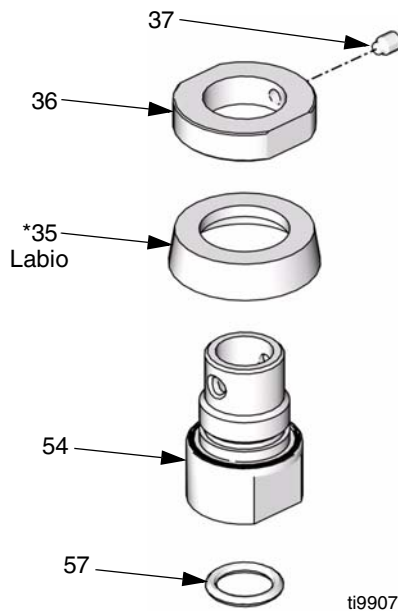

FIG. 22
10. Afloje el tornillo de ajuste (37) del collarín (36). Retire el collarín de la carcasa del pistón (54). Retire la cazoleta en U (35*). Retire la junta tórica (57) del DI de la carcasa del pistón. Inspeccione todas las piezas en busca de daños. Vea FIG. 22.